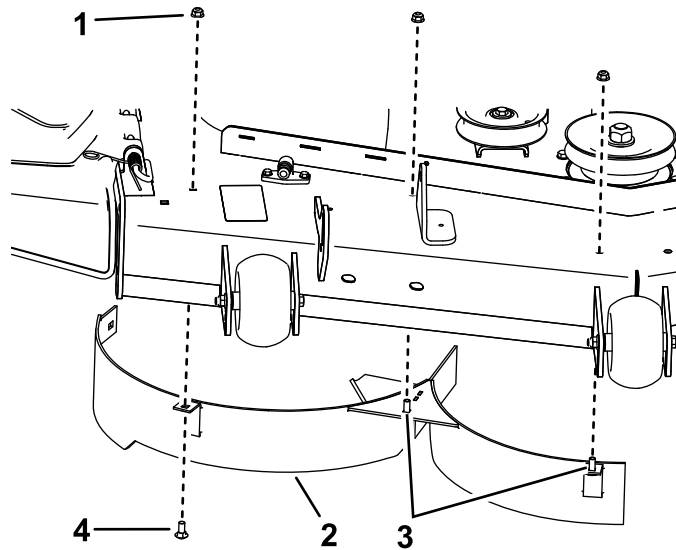

Figura 5
2. Montate il deflettore destro utilizzando 1 bullone a testa tonda (5/16" x 3/4") e 3 dadi (5/16"), come illustrato nella Figura 5. Serrate i dispositivi di fissaggio manualmente.